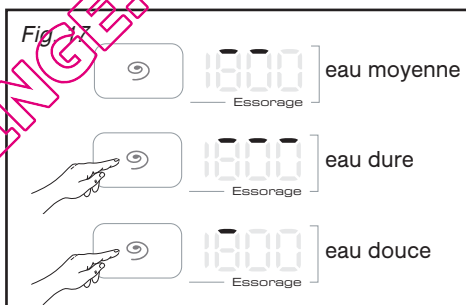

Fig. 17
• Réglage de la dureté de l'eau (Fig. 17)